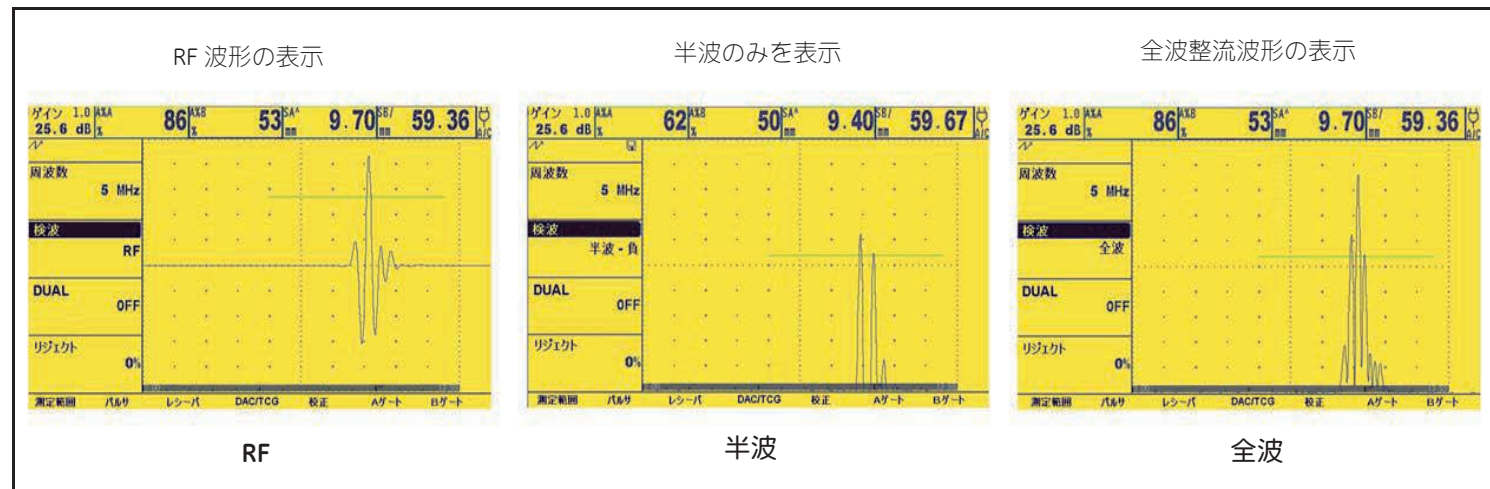

図 12: 波形表示
- *負半波* - 負の半波のみを表示（図 12）。負の半波のみを表示しますが、正半波と同じ方向に信号が表示されます。
- *全波* - 正の半波と負の半波の両方を正の方向に表示（図 12）